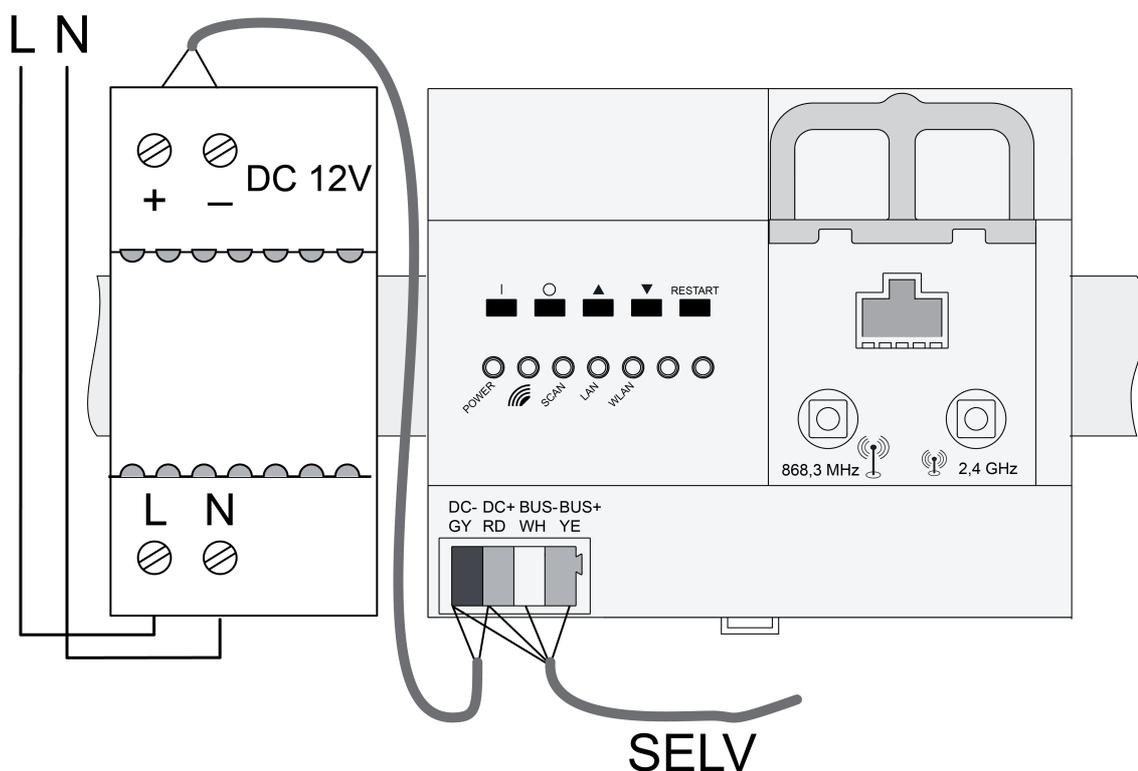

Imagen 3: Plano de conexión
- Conectar el equipo según el plano de conexiones (fig. 3).